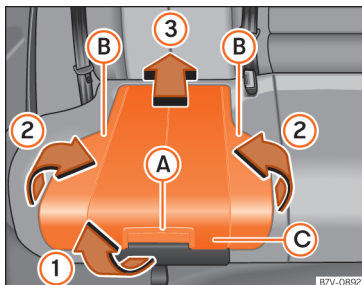

Abb. 32 Integrierter Kindersitz: Sitzpolster anheben.
- Sitzpolster am Entriegelungshebel » » **Abb. 32 A** in Pfeilrichtung » » **Abb. 32 1** nach vorn ziehen.
- Beide Seiten » » **Abb. 32 B** in Pfeilrichtung » » **Abb. 32 2** nach oben klappen.
- Sitzpolster » » **Abb. 32 C** in Pfeilrichtung » » **Abb. 32 3** nach hinten drücken, bis es einrastet.